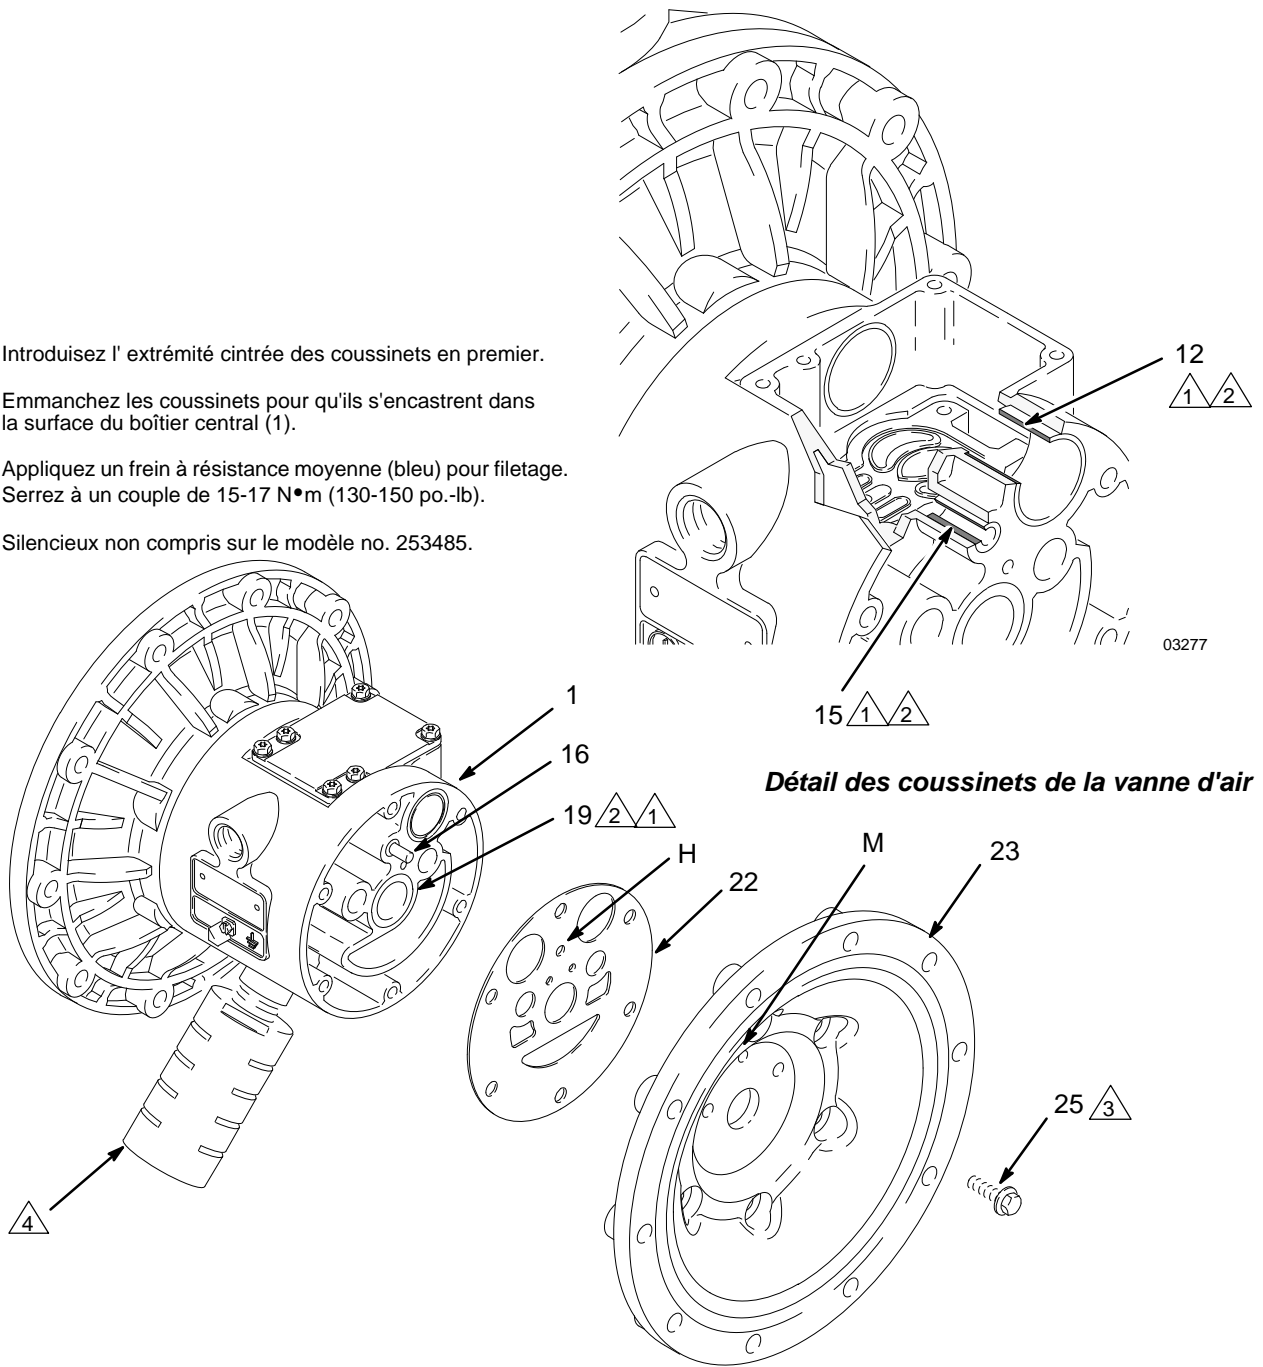

FIG. 13
**REMARQUE** : si vous ne devez retirer que le coussinet (19) de l'axe de membrane, sautez l'étape 4.
5. Retirez les vis (25) maintenant les capots à air (23) sur le boîtier central (1) à l'aide d'une clé à douilles de 10 mm. Consultez FIG. 13.
6. Retirez les joints (22) des capots à air. Remplacez toujours les joints par des éléments neufs.
7. Utilisez un extracteur de coussinet pour retirer les coussinets (19) de l'axe de membrane, les coussinets (12) de la vanne d'air ou les coussinets (15) de l'axe de commande. n'enlevez pas les coussinets intacts.
8. Si les coussinets (19) de l'axe de membrane ont été retirés, introduisez une pointe pour joint torique dans le boîtier principal (1), accrochez les joints en
1. S'ils ont été retirés, placez les joints en coupelle (402\*) de l'axe de sorte que les lèvres soient tournées vers **l'extérieur** du boîtier (1).
2. Les coussinets (12, 15 et 19) sont cintrés et ne peuvent être installés que dans un sens. Insérez les coussinets dans le boîtier central (1), **extrémité cintrée en premier**. Emmanchez le coussinet de sorte qu'il soit encastré dans la surface du boîtier central en utilisant une presse ou un bloc et un maillet en caoutchouc.
4. Placez le nouveau joint (22) de capot à air de sorte que l'axe de commande (16) dépassant du boîtier central (1) s'insère exactement dans l'orifice (H) adéquat du joint.
5. Alignez le couvercle à air (23) de sorte que l'axe de commande (16) entre dans l'orifice intermédiaire (M) parmi les trois petits orifices proches du centre du couvercle. Appliquez de l'apprêt et du frein-filet à résistance moyenne (bleu) sur le filetage de la vis (25) et serrez les vis à la main. Consultez FIG. 13. Serrez les vis à l'opposé et de manière uniforme à un couple de 15-17 N•m (130-150 po.-lb) à l'aide d'une clé à douille de 10 mm.